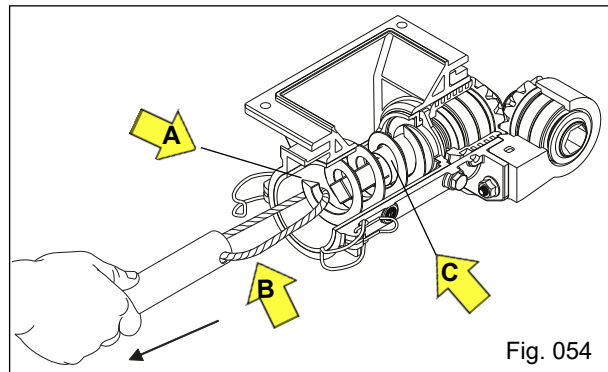

Fig. 054
- Puxe o cordão do tubo fixador "B" e retire a rosca sem fim "A", retire também o anel trava "C" (Fig. 054).